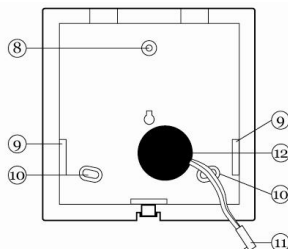

Afb. 1: openen van de behuizing
2. Breng het voorste deel aan de achterwand van het huis aan en bevestig het met de schroef (voer de instructies in afbeelding 1 in omgekeerde volgorde uit).